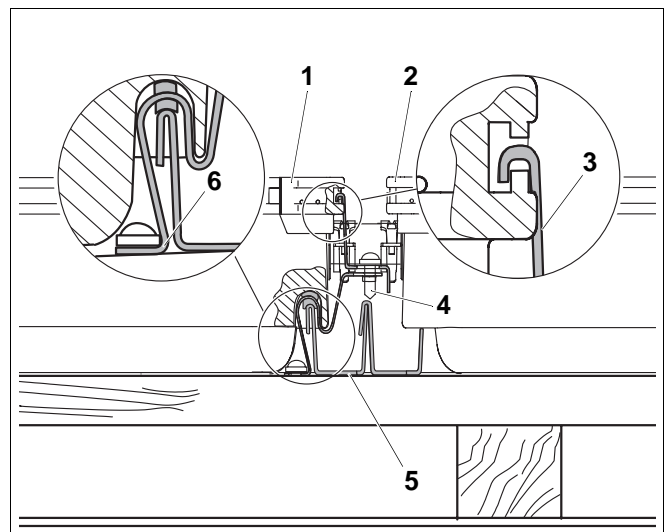

Abb. 13 Kollektor einlegen und befestigen
- Befestigen Sie den Kollektor, in dem Sie die Kollektorklammer in die Nut des Kollektorrahmens einlegen und am Kollektorhalter mit den Linsenkopfschrauben verschrauben (Abb. 13).